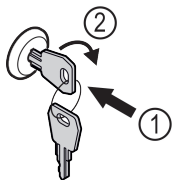

Fig. 142
- ▶ Sleutel erin duwen. Fig. 142 (1)
- ▶ Sleutel 90° rechtsom draaien. Fig. 142 (2)